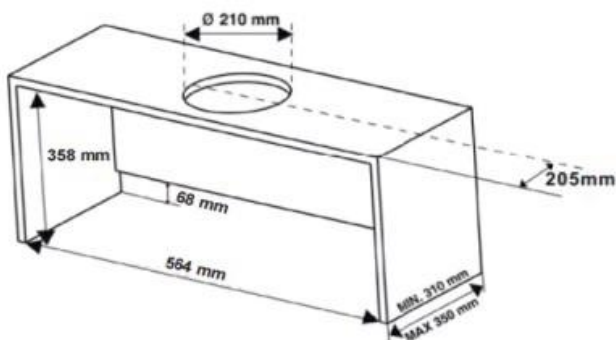

Fig 2
2. Mida y corte una abertura en el armario para adaptar la carcasa de la campana de cocina. Véase la fig. 2. Mida y recorte un orificio ($\varnothing$ 210 mm) en la parte superior del armario, para encajar el tubo de gases.